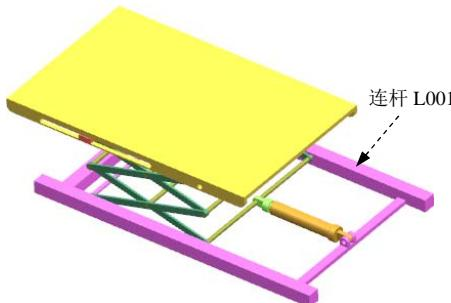

图 10.5.2 定义连杆 L001
(1) 定义连杆 L001。选择下拉菜单 插入(⑤) → 链接(L)... 命令，系统弹出“连杆”对话框，选中  固定连杆 复选框，选取图 10.5.2 所示的零件为连杆 L001，其余参数接受系统默认，在“连杆”对话框中单击 应用 按钮。